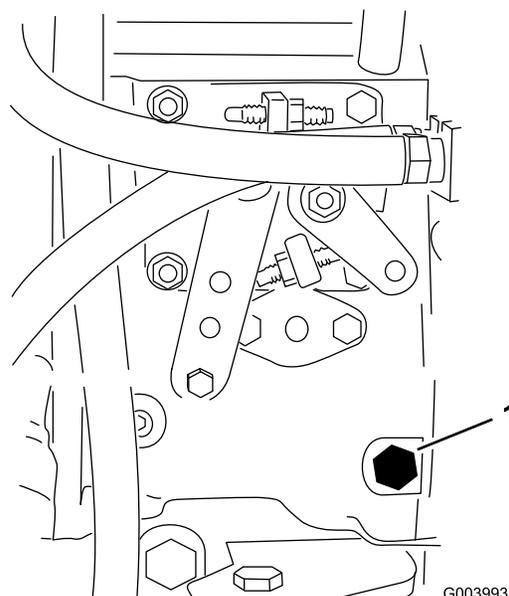

Bild 33
3. Öffnen Sie die Entlüftungsschraube an der Kraftstoffeinspritzpumpe (**Bild 33**) mit einem 12 mm Schraubenschlüssel.